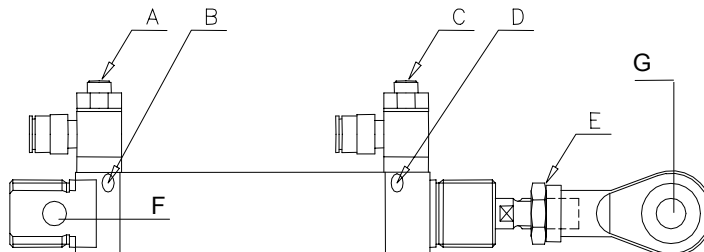
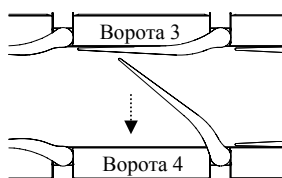
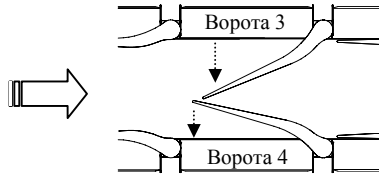

Рис. 25 Регулировка механизма амортизации.
Рис. 28. Нет удара при движении «в»
Рис. 29. Мягкий ход, не «хлопают»
- После того, как Вы произвели замену цилиндра, убедитесь, что поршень цилиндра не задевает кожух: Отрегулируйте амортизирующий механизм цилиндра, поворачивая маленькие регулировочные винты на обоих концах цилиндра (см. Рис. 25, В и D).
(см. Рис. 25, C).
(см. Рис. 25, A).
- 1 С помощью регулировочного болта отрегулируйте амортизатор прямого хода (см. Рис. 25, D). Для увеличения амортизирующего эффекта, повернуть винт по часовой стрелке и для уменьшения амортизирующего эффекта – против часовой стрелки.
- Отрегулируйте амортизатор обратного хода с помощью регулировочного винта (см. Рис. 25, В). Для увеличения амортизирующего эффекта, повернуть винт по часовой стрелке и для уменьшения амортизирующего эффекта – против часовой стрелки.
- 2 Уменьшить скорость движения лопатки, повернув регулировочные винты (Рис. 25, A and C) по часовой стрелке до конца и затем повернув на три оборота против часовой стрелки. Теперь лопатки установлены для движения в «мягком» ритме, как показано на Рис. 28 и Рис. 29.
На Рис. 28 показана лопатка ворот № 3, которая только закрылась и затем лопатка ворот № 4, которая всегда «на шаг позади» ворот № 3 и закрывается мягко, не задевая лопатку 3. На Рис. 29 показаны те же самые ворота в разной стадии движения.